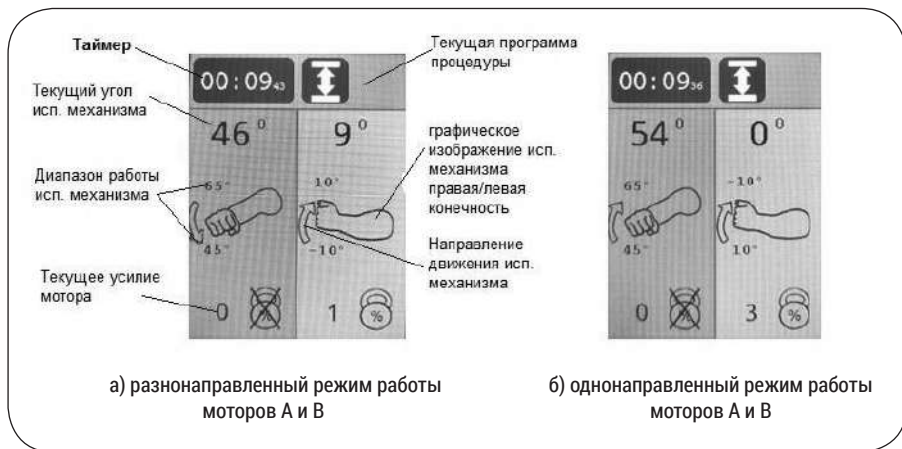

Рисунок 5.3 – Дисплей режима выполнения процедуры
5.1. Дисплей режима выполнения процедуры (см. рис. 5.3).
- В зоне А: заданный пользователем диапазон работы, текущее положение (угол) в градусах (аналогично рис. 5.3) для мотора А, а также меню его установок.
- В зоне В: заданный пользователем диапазон работы, правая (левая) конечность, текущее положение (угол) в градусах (аналогично рис. 5.3) для мотора В, а также меню его установок.